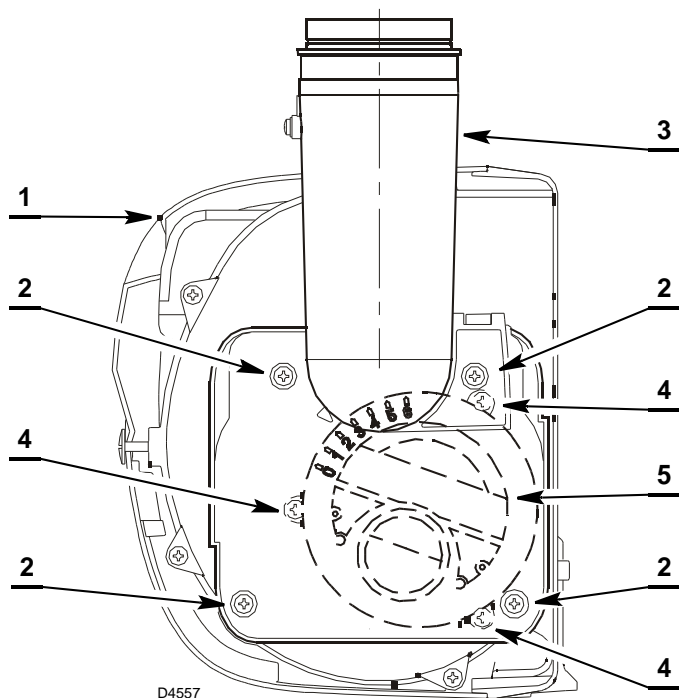

Abb. 24
- die Brennerhaube 1) (Abb. 24) entfernen, die Befestigungsmutter am Flansch abschrauben und den Brenner entnehmen;